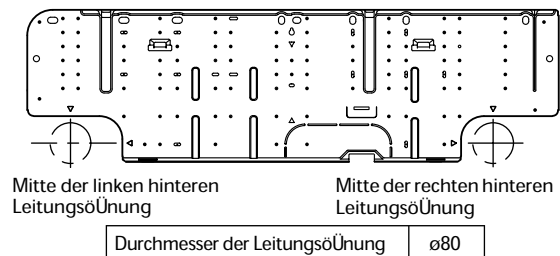

Abb. 3-15
- (1) Die Rückwand von der Inneneinheit abnehmen und an der gewählten Wandstelle platzieren. Die Rückwand befestigen und die Einheit provisorisch einhaken. Sicherstellen, dass die Einheit waagrecht liegt, wozu eine Wasserwaage oder ein Messband zum Heruntermessen von der Decke verwendet wird.
- (2) Bestimmen, welcher Einschnitt an der Rückwand verwendet werden soll. (Abb. 3-15)